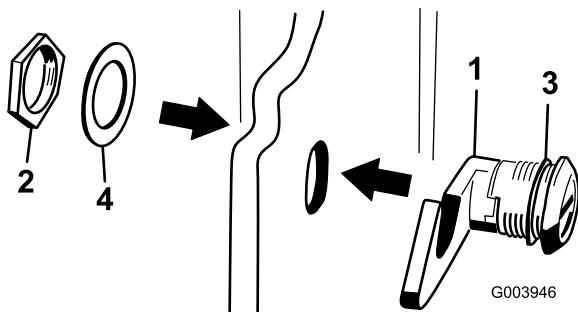

Figura 6
3. Togliete il dado dal gruppo fermo del cofano (Figura 6).